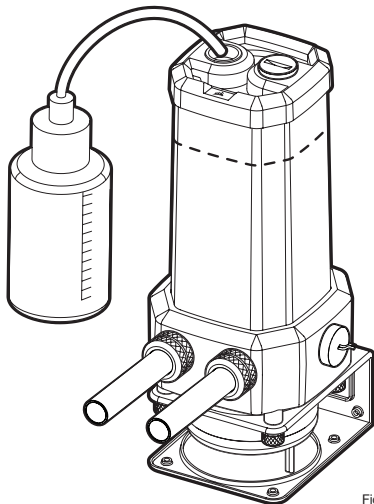

Figure 2
3. Füllen Sie den Reservoir durch die Öffnung oben links G1/4" mit CORSAIR XL5 Kühlmittel mit einer Füllflasche bis etwa 2 cm (4/5) unter der Spitze (Abbildung 2).